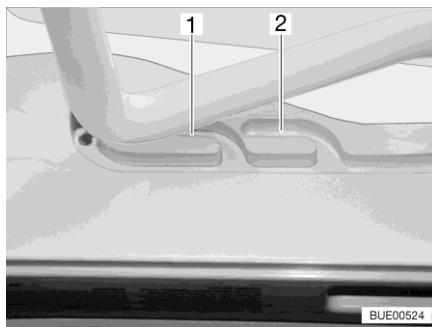
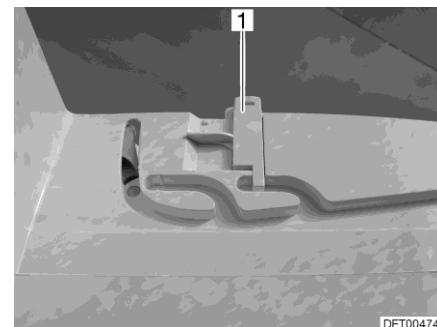

Fig. 96 Glissière (position de ventilation)
Fig. 97 Verrouillage (position de ventilation)
Il est possible d'amener le lanterneau Heki en deux positions de ventilation : Position pour mauvais temps (Fig. 96,1) et position intermédiaire (Fig. 96,2). Selon l'équipement, il est possible de verrouiller le lanterneau en position intermédiaire avec les deux verrous (Fig. 97,1) à gauche et à droite du cadre du lanterneau.
- Pousser légèrement l'étrier vers le haut, le pousser dans la glissière choisie (Fig. 96,1 ou 2) et le verrouiller si nécessaire.